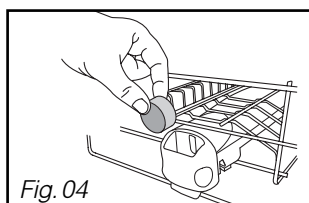
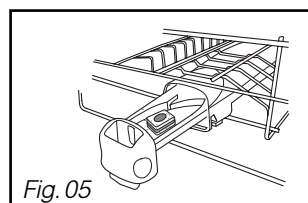

Fig. 04
Fig. 05
Pôr a pastilha simples no compartimento exterior (Fig 04) ou, para uma lavagem otimizada, puxe a gaveta do distribuidor de detergentes e coloque aí a pastilha (Fig 05)
**• Coloque a pastilha** no compartimento exterior (fig 04) ou para uma melhor optimização da lavagem, tire a gaveta do distribuidor e coloque lá a pastilha (Fig 05).